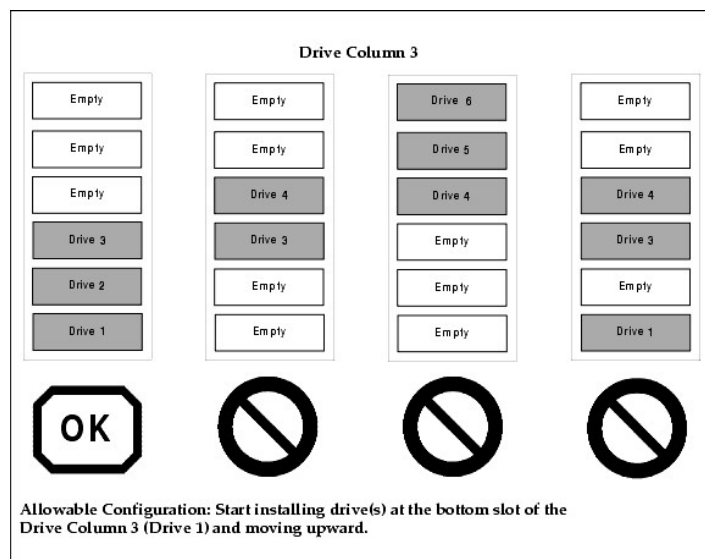
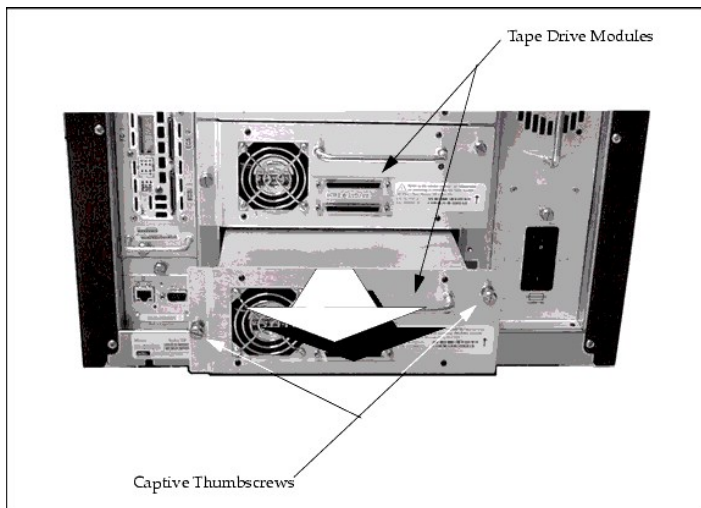

Abbildung 1. Zulässige Konfigurationen bei Installation des Bandlaufwerksmoduls
Abbildung 2. Installieren eines Bandlaufwerksmoduls
Siehe Abbildung 1 und Abbildung 2.
**⚠VORSICHT:** Das erste Bandlaufwerksmodul muss in den unteren Laufwerk-Slot der Laufwerksspalte (Spalte 3 - Slot A) der Bibliothek installiert werden. Alle weiteren Laufwerksmodule werden in den nachfolgenden Slots (B bis F) installiert (siehe Abbildung 1). Bei jeder anderen Konfiguration kann die Bibliothek den Initialisierungsvorgang nicht beenden, und die Laufwerke werden während des Teach-Verfahrens nicht erkannt.